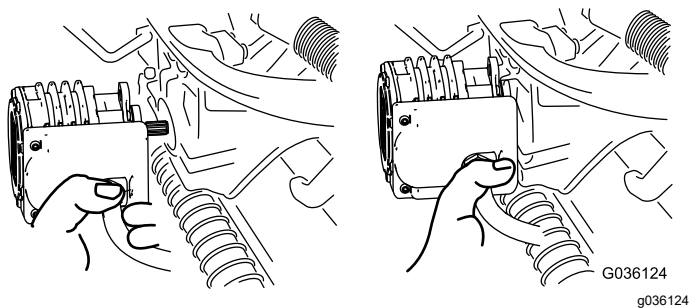

Figure 66
5. Amenez le moteur à la position de rangement sur l'avant du bras de suspension (Figure 66).